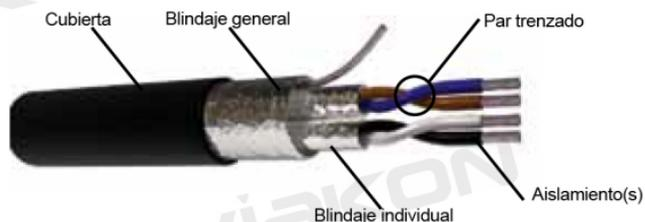

Figura 1.3 Cable con blindaje individual+general (BI+BG).
Existen diferentes tipos de blindaje, cada uno con sus ventajas y desventajas. En particular, la aplicación de una cinta de aluminio/poliéster sobre cada par (BI) o sobre el conjunto de los pares (BG), reúne condiciones protectoras adecuadas y bajo costo (ver Figura 1.3).